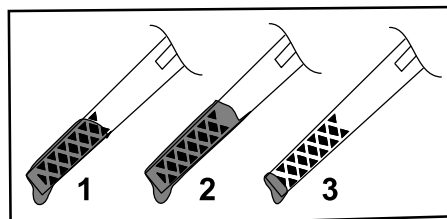

Figure 6
2. Tournez le bouchon dans le sens antihoraire et sortez la jauge (Figure 6).
- Relevez le niveau d'huile indiqué sur la jauge (Figure 6).